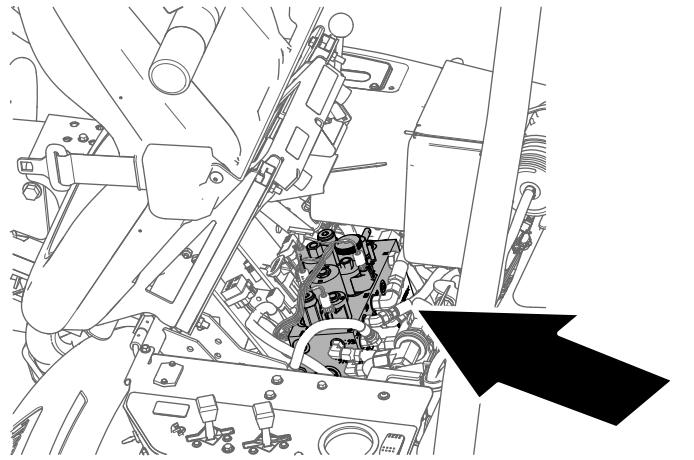

Figura 52
4. Incline o banco do operador para a frente e sustente-o com a barra de apoio (Figura 52).